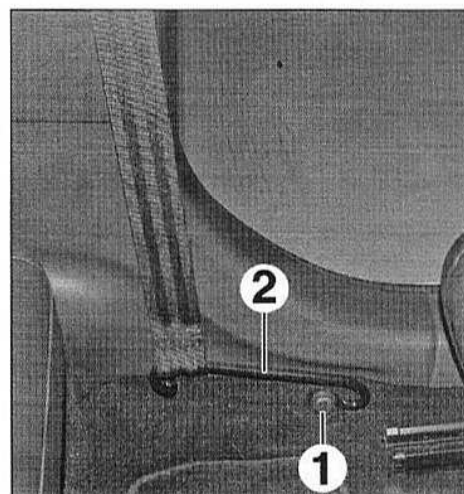
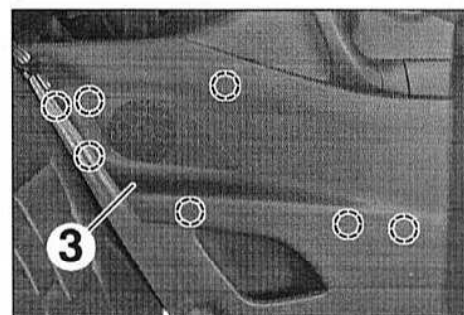

FIG.24
FIG.25
- le cache (1) et la vis située derrière (Fig.24),
- le renvoi de ceinture (2).
- la garniture d'aile arrière (3) (Fig.25),